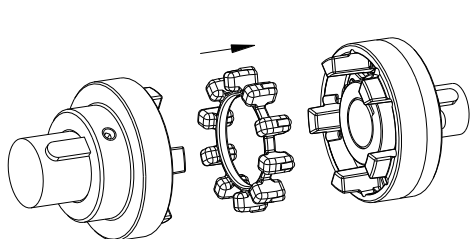

Bild 23.1: Montage des Elastomerringes
- Setzen Sie den Elastomerring bzw. die DZ Einzelelastomere in die Nockenpartie der an- oder abtriebsseitigen Nabe bzw. des Nockenringes ein (siehe Bild 23.1 und 23.2).